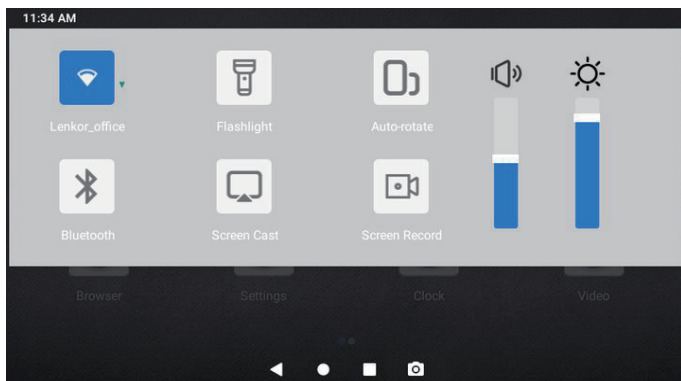

Figura 1.2.2
**Menu ao Deslizar para Baixo:** Deslize do topo da tela para baixo para exibir o Menu ao Deslizar para Baixo. Isto lhe dará acesso instantâneo a Wi-Fi, Bluetooth, uma lanterna, uma projeção de tela, rotação, e gravação de tela (ver Figura 1.2.2).